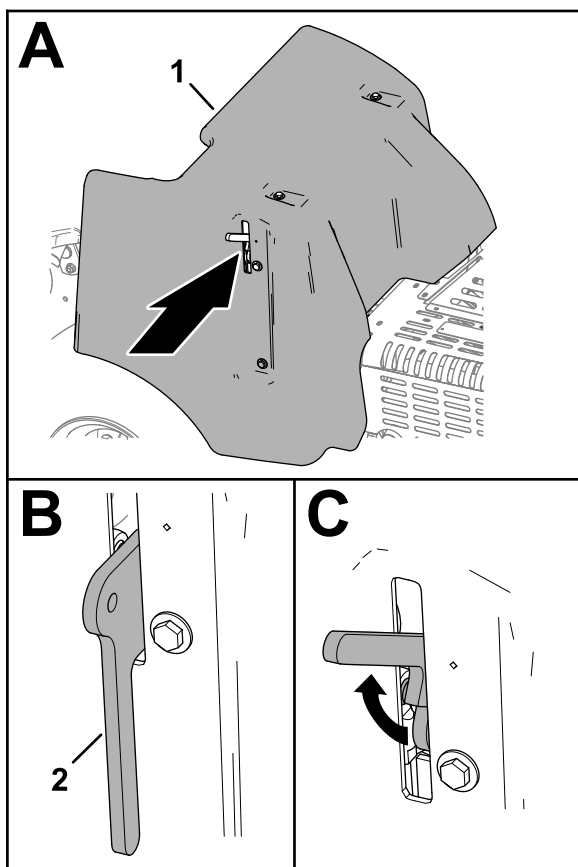

Figura 142
2. Eleve la manivela del cierre (Figura 142).